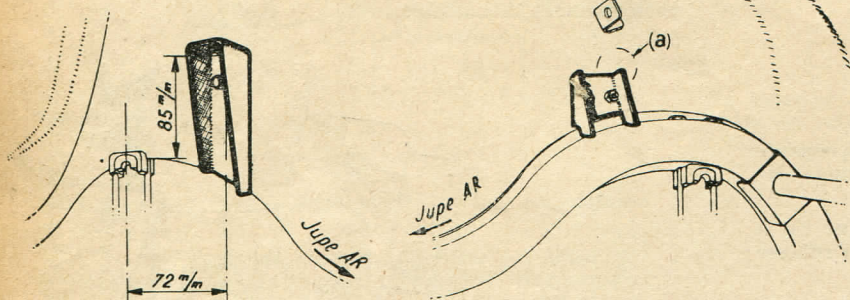

Fig. 13
Le support doit être soudé du côté extérieur et son renfort du côté intérieur (voir figure 13).
• Noter que, du côté gauche, il est nécessaire de planer, préalablement, la partie bombée (a), pour obtenir une portée correcte du renfort de support d'amortisseur (fig. 13).